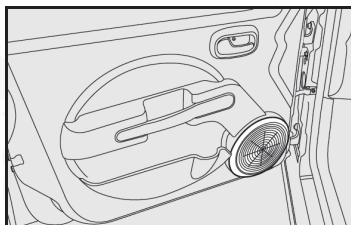

fig. 78
- 2 Bocinas para todo rango en las puertas delanteras fig. 78.